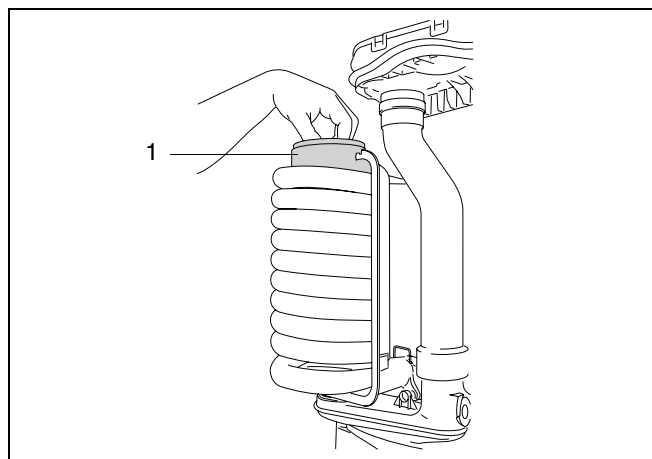

fig. 48 Rookgasverdringer verwijderen
- Verwijder de rookgasverdringer uit de warmtewisselaar (→ fig. 48, [1]).